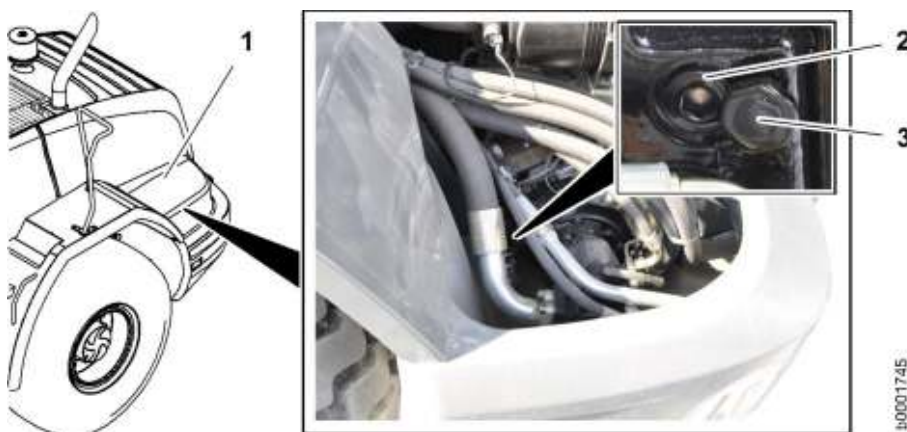

Fig. 260: Innesto della trasmissione di traslazione sulla circolazione libera
- Annullare nuovamente la circolazione libera sulla trasmissione di traslazione. (vedere: fig. 260, pagina 225)